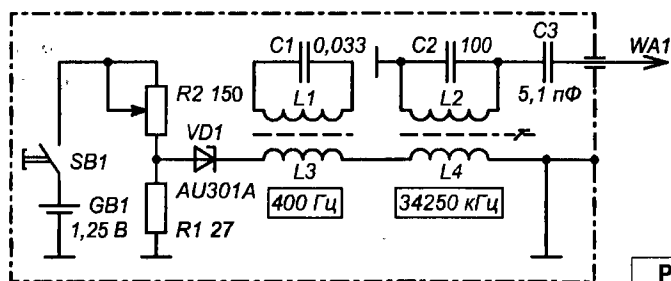
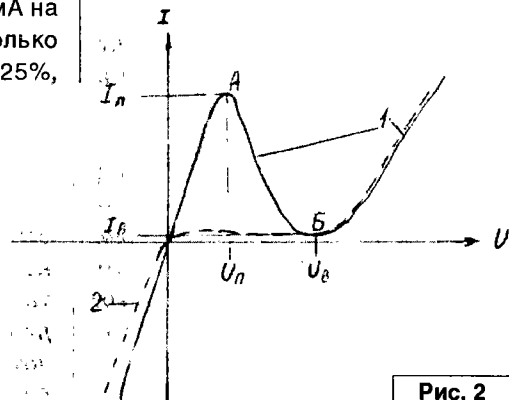
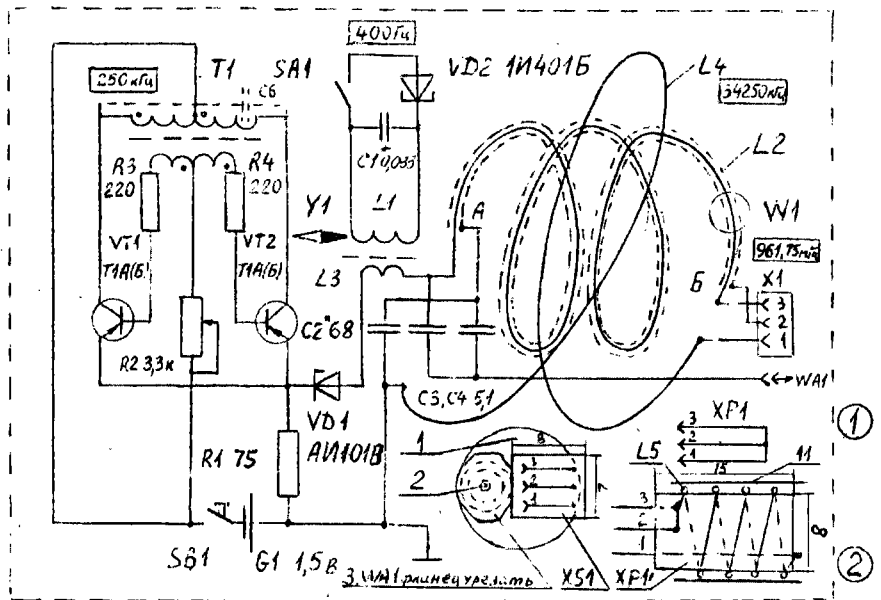

Рис. 1
Рис. 2
Рис. 3
(16 – при рабочей точке в центре падающего участка А-Б характеристики (рис. 2)).
p-p перехода транзистора – ничего не выигрываем в экономичности. Эту бесполезно растрачиваемую энергию можно вернуть в схеме (рис. 3), превратив стабилизатор опорного напряжения (по сути эмиттерный повторитель) в двухтактный блокинг-генератор [9]. Кстати, необходимый для создания дополнительной модуляции на частоте кратной частоте строк – устранение 3-го недостатка схемы (рис. 1).
Туннельный диод VD1 заменен (рис. 3) на AU101B, имеющий большую граничную частоту генерации [4, 7], а питание импульсное, что при его частоте 250 кГц дает на экране телевизора 32 узких вертикальных черных линии и увеличивает число субгармоник спектра [5], т.е. возможность проверки работоспособности радиоприемников и усилителей при сокращении потребления схемы в 3...4 раза.
Первый недостаток схемы (рис. 1) устраняется введением в схему (рис. 3) обращенного туннельного диода VD2 1И401Б или подобного [4, 7], имеющего асимметричную вольт-амперную характеристику 2 (рис. 2), ограничивающую (детектирующую) синусоиду 400 Гц в контуре L1, C1 не одинаково “поверху и понизу”, т.е. создающую в L1 постоянную составляющую тока (постоянное магнитное поле, включаемое SB2), отмечаемую стрелкой компаса Y1, так как сердечник L1 заменен на стержневой, что уменьшает габариты ее конструкции и всего генератора-пробника в целом.
Катушка L2 намотана на диэлектрическом (пластиковом) стержне диаметром 2 мм длиной 23 мм коаксиальным кабелем W1 (рис. 3) РК-75-1,5-11(12) длиной 51 мм, имеющим посеребренные поверхности жилы и оплетки, причем внешняя поверхность оплетки (8 витков) используется как индуктивность L2 контура L2, L4, C2 (34250 кГц), а L4 (рис. 3) – намотанный поверх 1 виток провода ПЭВ-1 диаметром 0,6 мм в том же направлении (лучше посеребренная ленточка медной фольги толщиной 0,3 мм, шириной 5 мм, изолированная от C2...C4 лентой фторопластовой пленки).
Внутренняя поверхность оплетки кабеля W1 и его жила служат свитым короткозамкнутым четвертьволновым ($\lambda/4$) отрезком коаксиальной линии (на рис. 3 условно 2 витка спирали вместо 8) с резонансом 961,75 МГц, рассчитанным с применением коэффициента укорочения длины линии 1,52 для данного типа кабеля [6], причем жила играет роль обмотки возбуждения.